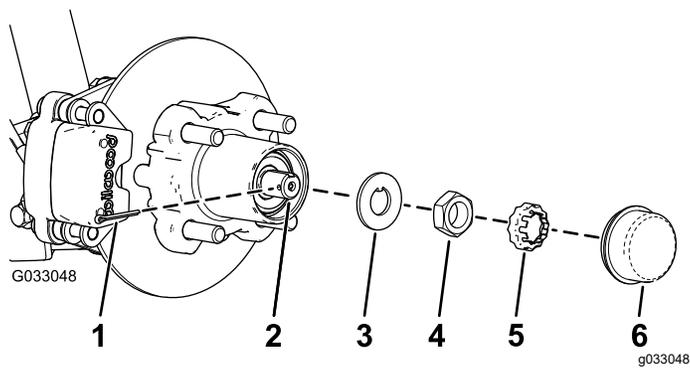
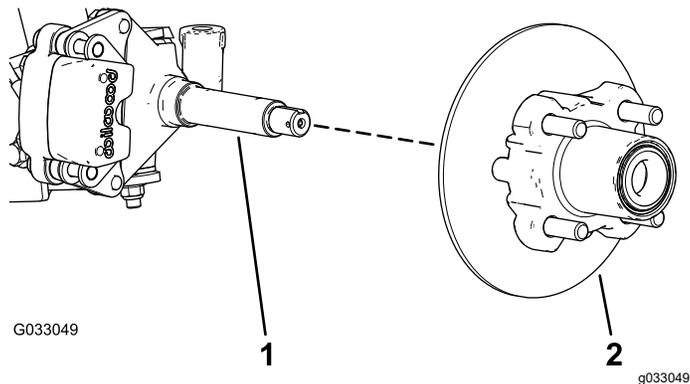

图 31
图 32
4. 从轮毂上卸下防尘盖图31。
- 从主轴和主轴螺母上卸下开口销和螺母卡环图 31。
- 从主轴上卸下主轴螺母将轮毂和转子总成从主轴上分开图 31和图 32。